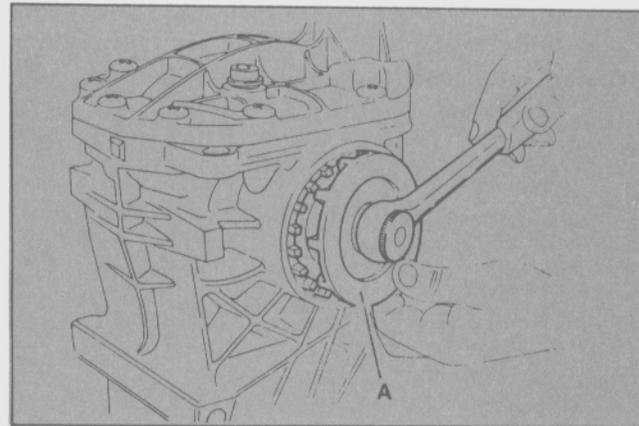

Fig. 18 - Extracción de la carcasa de los cojinetes
- Retirar los tornillos que aseguran las placas de fijación y retirar las placas (dos tornillos). Marcar las carcazas de los cojinetes en relación con su ubicación (derecha e izquierda) en la carcasa para reinstalarlos correctamente. Utilizar la herramienta especial T84G-4972-BAS para desatornillar las carcazas de los cojinetes (Fig. 18).